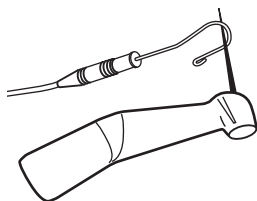

Fig. 7 Activarea apex locatorului cu clema labială și cu acul din piesa contraunghi VDW 6:1
3. Pentru a porni apex locatorul, puneți în contact timp de circa 3 secunde clema labială cu acul. **Nu atingeți stopper-ul!** Vezi Fig. 7.